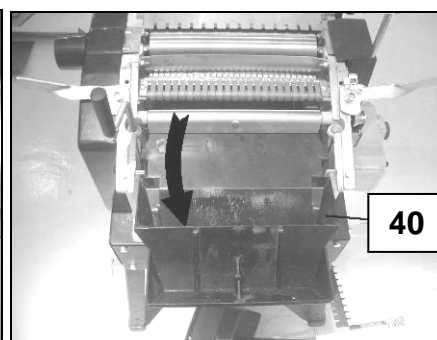

Fig 33
- Basculez l'éjecteur (40) vers l'avant (Fig 33).